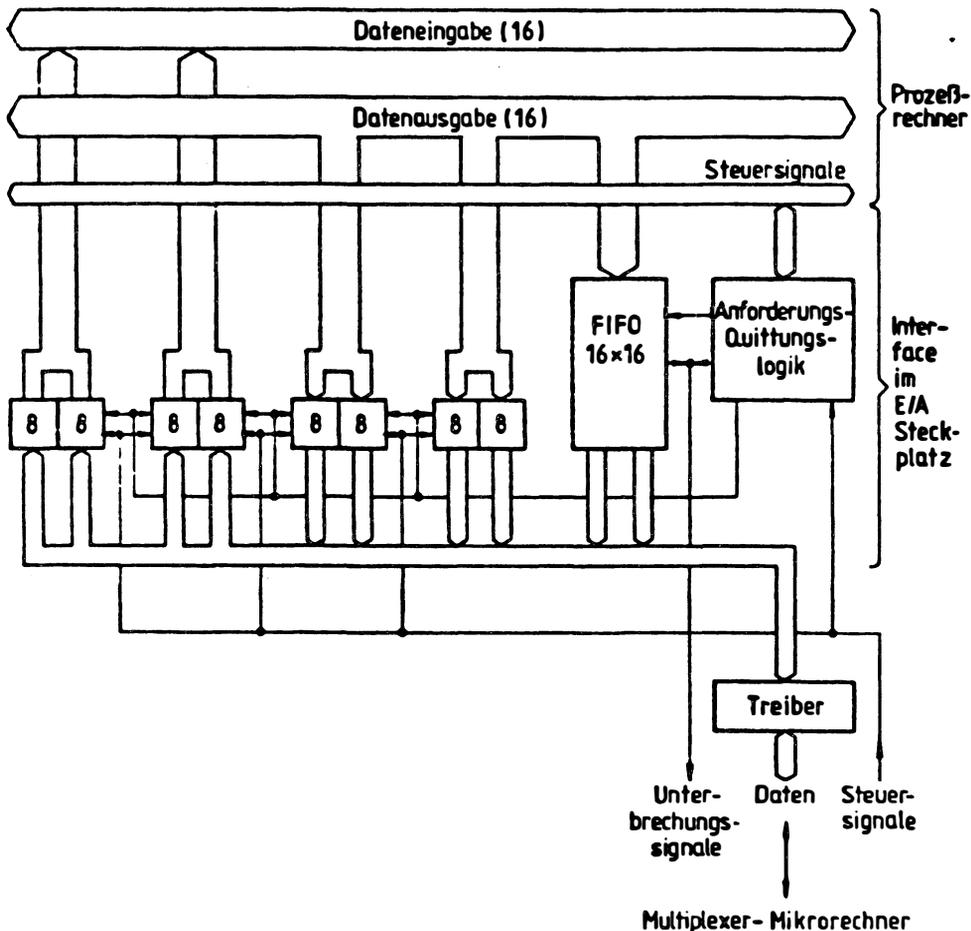

Bild 5 Interface im E/A-Steckplatz
Bild 5 zeigt das Blockschaltbild dieser Schaltung, die im Steckplatz der betriebssystemseitig für Multiplexer generierten E/A-Anschlußstelle sitzt. Sie paßt den 8-Bit breiten Mikrorechnerbus an den 16-Bit breiten Prozeßrechnerbus an und stellt Anforderungs- und Quittungssignale bereit. Im Konfliktfall hat zentrale Anforderung (ZA) Vorrang vor peripherer Anforderung (PA), daher muß in jeder Datenrichtung ein doppelter Registersatz vorgesehen werden, der bei Anliegen einer ZA umgeschaltet wird. Eine evtl. anstehende PA wird in diesem Fall hardwaremäßig zurückgenommen und die ZA an den Mikrorechner weitergeleitet. Nachdem die ZA bearbeitet und quittiert wurde, wird die PA wieder freigegeben.
Der eigentliche Multiplexer ist mit dem Interface im E/A-Steckplatz über ein 25-poliges Flachkabel verbunden. Er ist auf vier "Europakarten" aufgebaut und in einem separaten einzeiligen 19"-Einschub untergebracht (Bild 5).